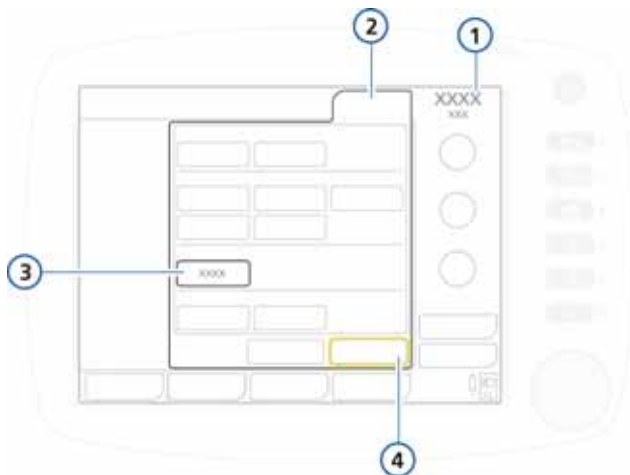

Figura 4-4. Cambio della modalità, finestra Modalità
1. Aprire la finestra **Modalità**. Vedere la Figura 4-4.